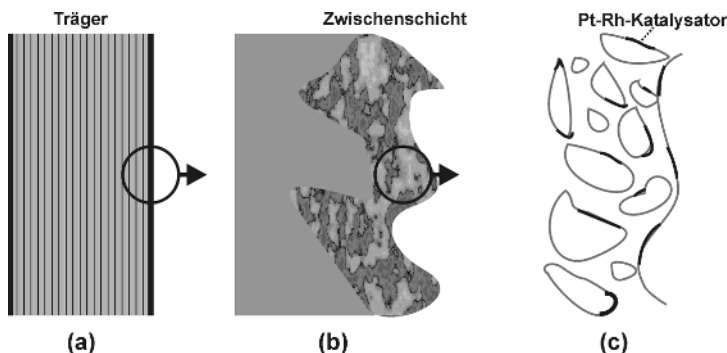

Abbildung 1.10: Aufbau eines 3-Wege-Katalysators
Der Kat selbst besteht aus drei Teilen, die in Abbildung 1.10 dargestellt sind:
- ✓ Auf diese *Zwischenschicht* wird dann die eigentliche Katalysatorschicht aufgedampft. Sie besteht aus den Edelmetallen Platin und Rhodium, manchmal auch aus Palladium (siehe Abbildung 1.10). Platin unterstützt die Oxidationsreaktionen, Rhodium die Reduktionsreaktionen.